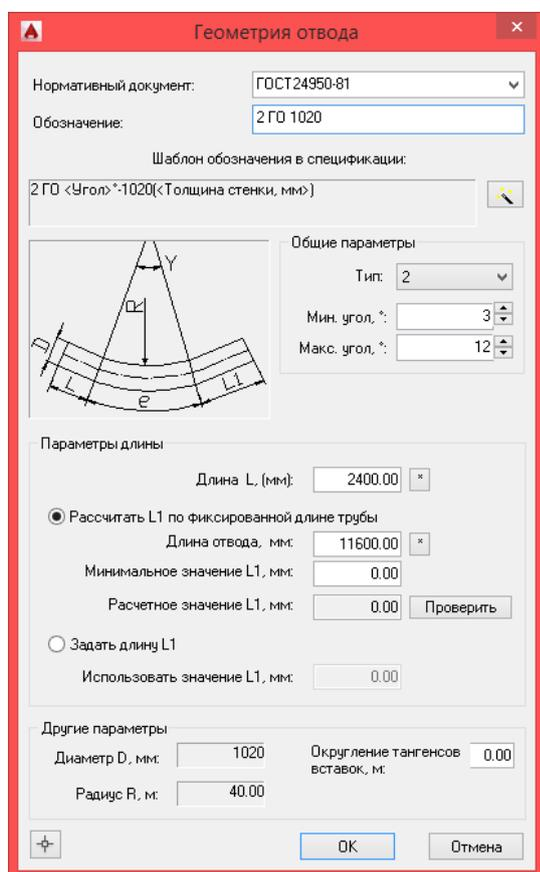

Рис. 65 Значение второго прямого участка отвода L1 может быть расчетным или фиксированным
2. В диалоговом окне *Геометрия отвода* (см. рис. 65) задать название отвода и нормативный документ (ГОСТ). Нормативный документ используется при подборе вставок и отводов для поворотов трубопровода. При прокладке/создании трубопровода можно указать, какие отводы использовать (по какому ГОСТ). Поле с названием нормативного документа обязательное для заполнения.